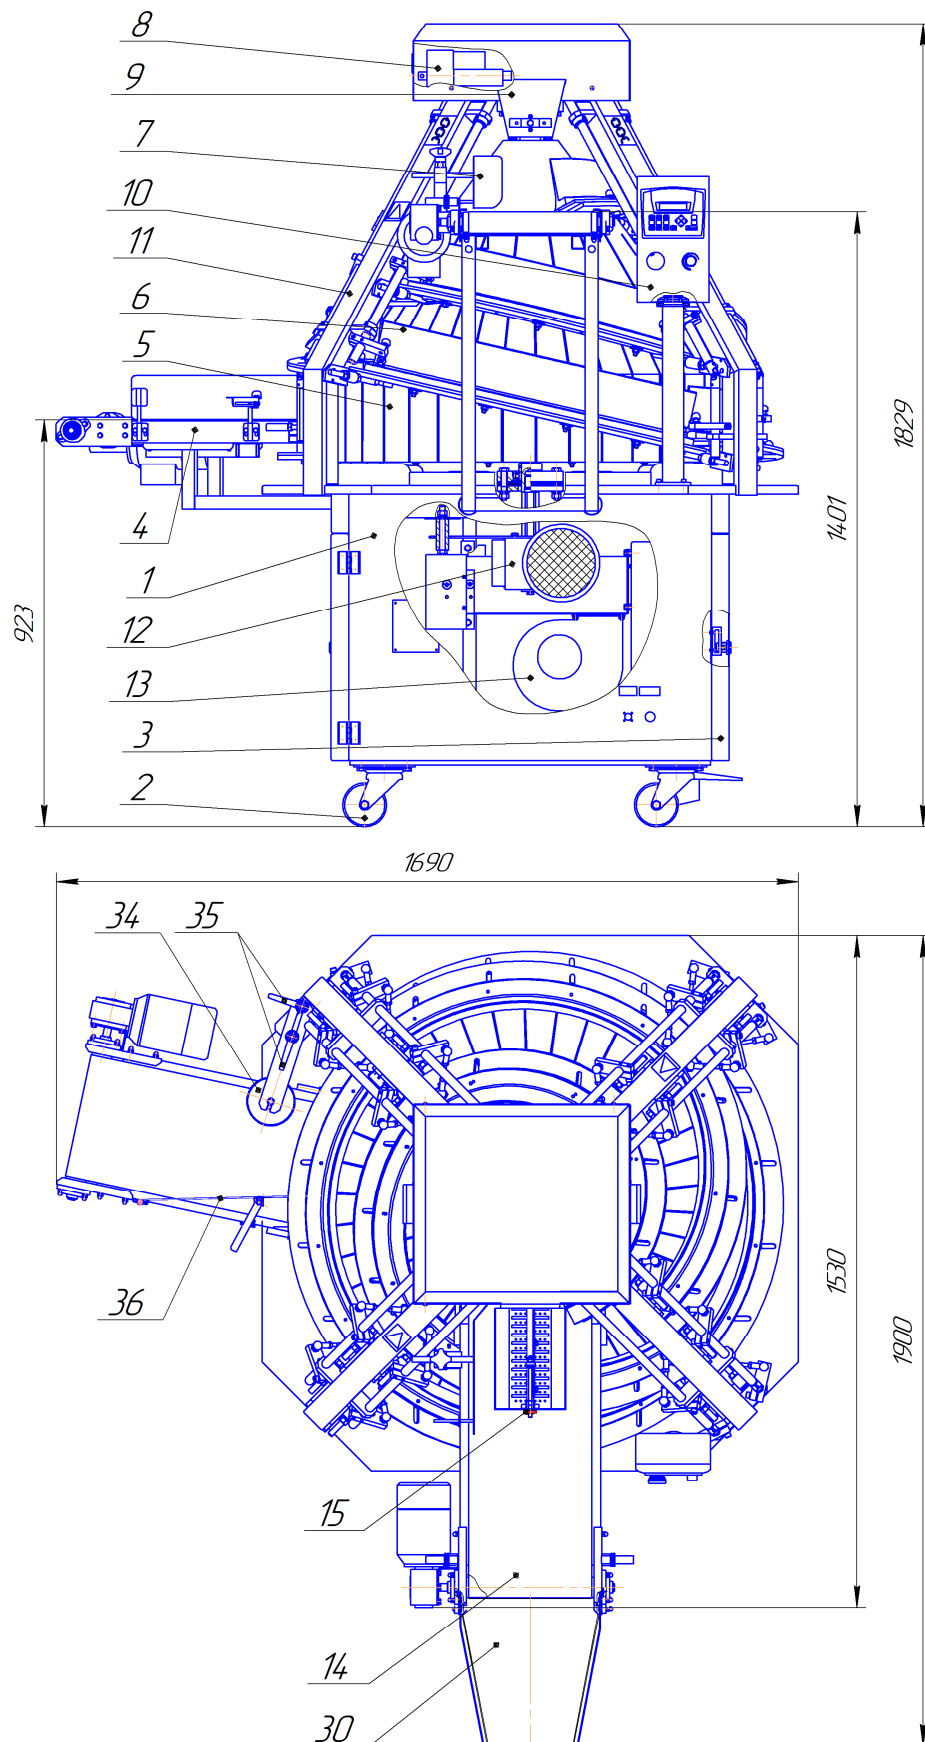

Рисунок 1 - Общий вид тестоокруглителя.
- установить кронштейн поз.20 приёмного транспортёра на штатное место крепления на корпусе поз.1 (рисунок 1) и закрепить его с помощью гаек поз.17 и шайб поз.18,19;